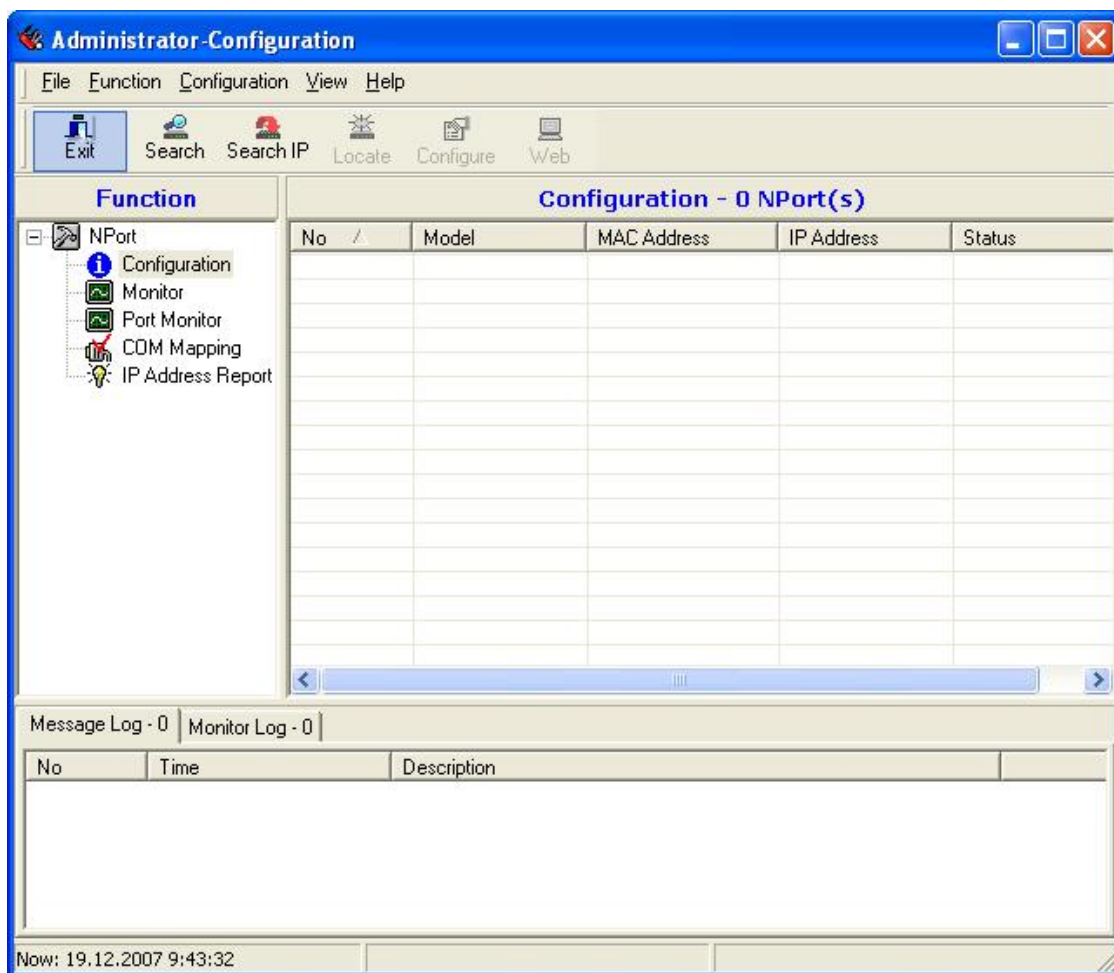

рис.3 Основное окно программы NPort Administrator
3.2.5 Из меню Пуск\Все программы\NPort Administration Suite запустить программу NPort Administrator. На экране монитора появиться окно см рис.3.